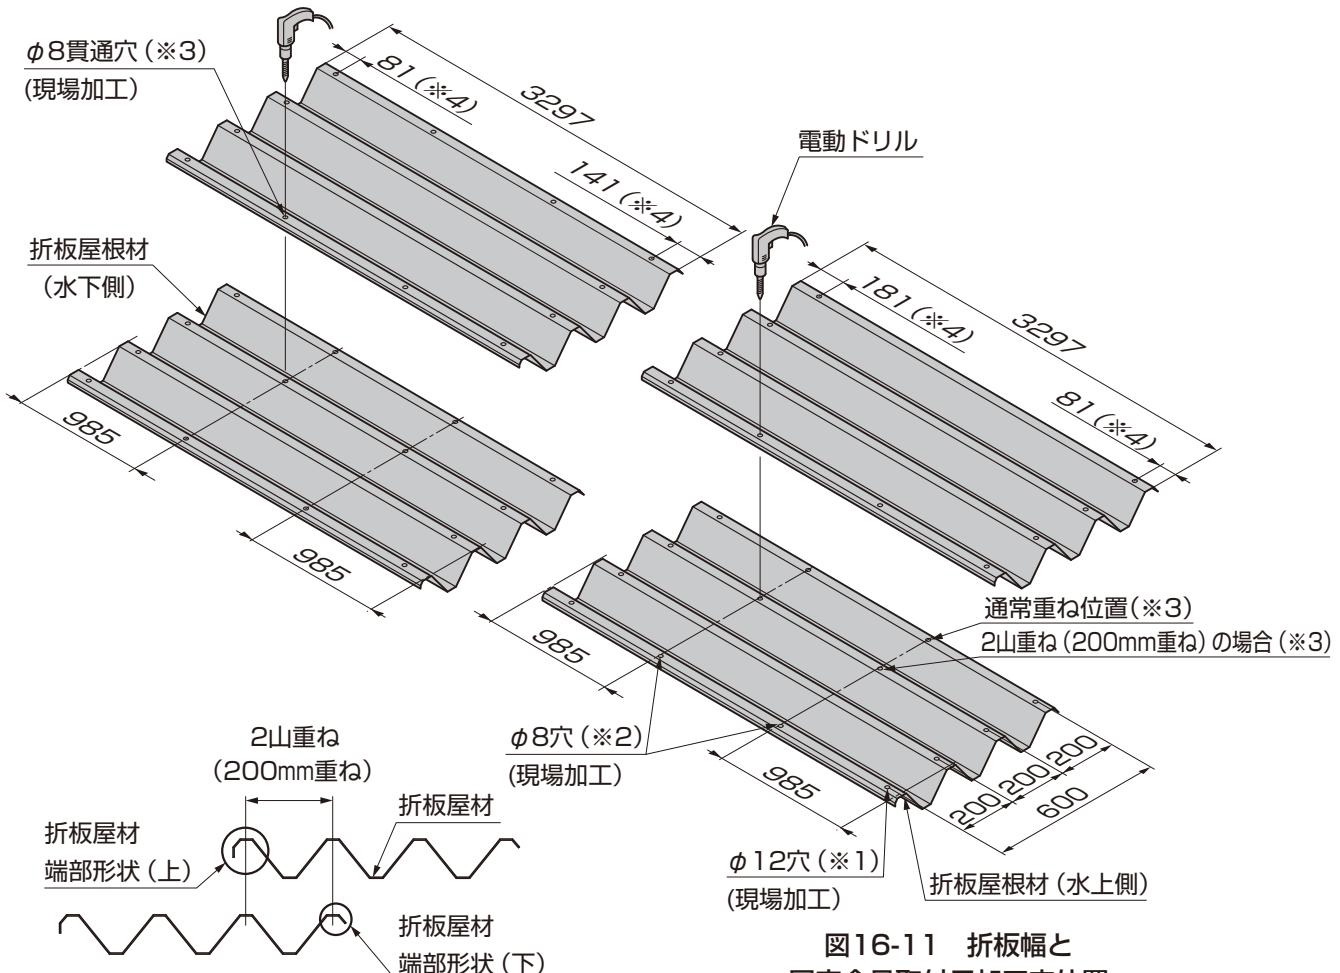

図16-11 折板幅と
- ①折板屋根材の両端部に片側4ヶ所ずつ、合計8ヶ所 $\phi 12$ の穴（※1）をあけてください（図16-11参照）
- ②折板屋根材と折板屋根材を重ね合わせて、折板屋根材の中央部（※2）（※3）に等間隔で2ヵ所、 $\phi 8$ の下穴をあけてください。（図16-11参照）
- 折板屋根材の端部形状には上下がありますので、図16-11にしたがって重ねあわせてください。